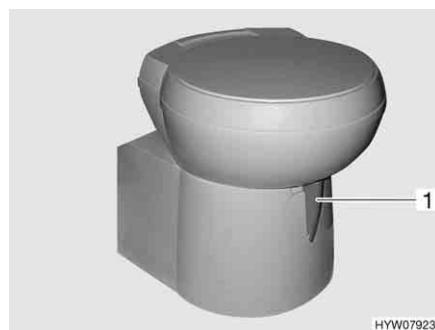

Fig. 165 Tazza del WC Thetford, orientabile
- Prima di tirare l'acqua, aprire il cursore della toilette Thetford. A tal fine girare la leva del cursore (Fig. 165,1) in senso antiorario.
- Girare la leva del cursore (Fig. 165,1) in senso orario. Il cursore viene chiuso. Per svuotare il cursore **dove** essere chiuso nella toilette Thetford.